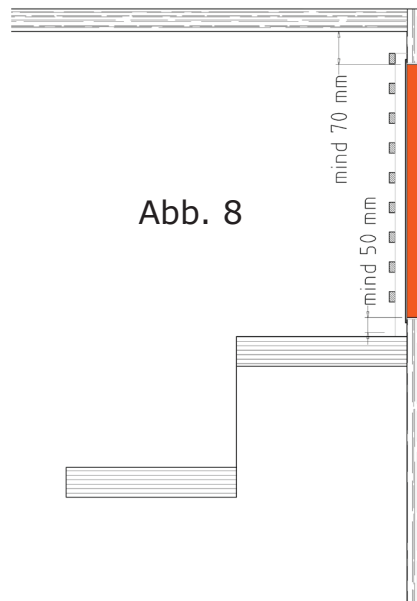

Abb. 8
- Der Mindestabstand von der Strahleroberkante zur Kabinendecke muss mindestens 7 cm betragen (siehe Abb. 8).
- The minimum distance from the upper edge of the radiator to the cabin ceiling must be at least 7 cm (see fig. 8).